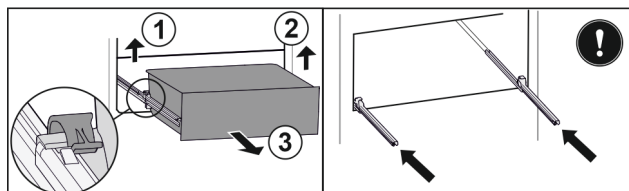

Fig. 82
- Sollevare il morsetto sinistro e allo stesso tempo tirare in avanti il cassetto sinistro. Fig. 82 (1)
- Sollevare il morsetto destro e allo stesso tempo tirare in avanti il cassetto destro. Fig. 82 (2)
- Rimuovere il cassetto tirandolo in avanti. Fig. 82 (3)